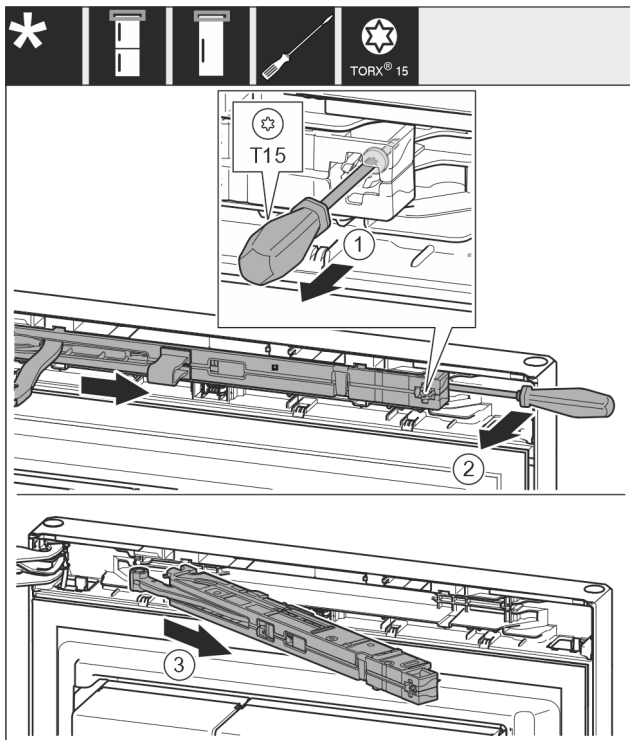

Fig. 15
- ▶ Šroub Fig. 15 (1) na jednotce tlumiče zavírání povolte šroubovákem 14 mm.
- ▶ Vypačte jednotku tlumiče zavírání Fig. 15 (2) na straně madla šroubovákem dopředu.
- ▶ Vytáhněte jednotku tlumiče zavírání Fig. 15 (3).